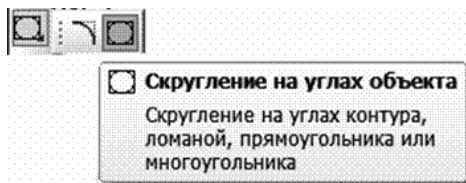
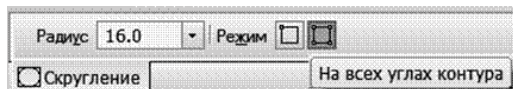
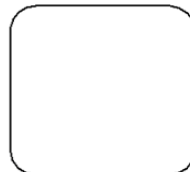

Рис. 51
Рис. 52
Рис. 53
3. Построить скругление всех углов квадрата, используя команду *Скругление на углах* (рис. 51), задав в *Панели свойств* (рис. 52) радиус 16 и сделать активной клавишу *На всех углах контура*. Щелчок левой клавишей мыши на одной из вершин или стороне квадрата приводит к скруглению всех вершин (рис. 53).